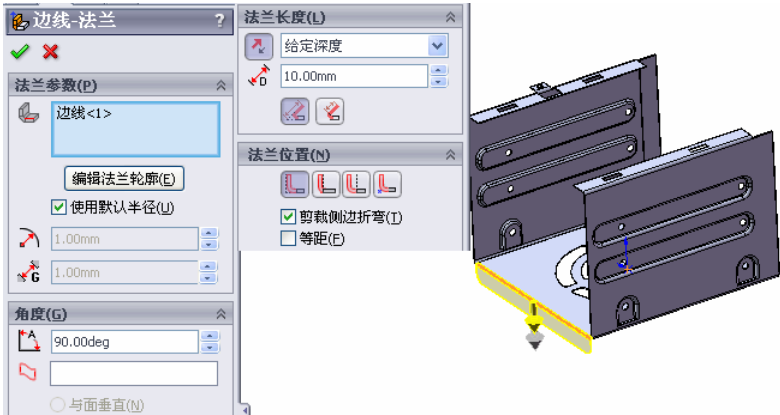

图 10-149 生成“边线法兰”操作
④ 生成“边线法兰”特征。选择菜单栏中的“插入”→“钣金”→“边线发兰”命令，或者单击“钣金”工具栏中的“边线法兰”图标。在属性管理器中的“法兰长度”栏中键入数值：10，单击“外部虚拟交点”图标，在“法兰位置”栏中单击“材料在内”图标，勾选“剪裁侧边折弯”选项，其他设置如图 10-149 所示。